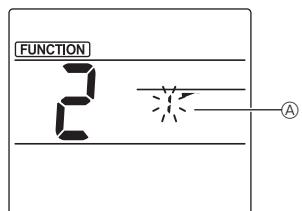

Fig. 3-2
- Выбор номера дефлектора (Fig. 3-2)